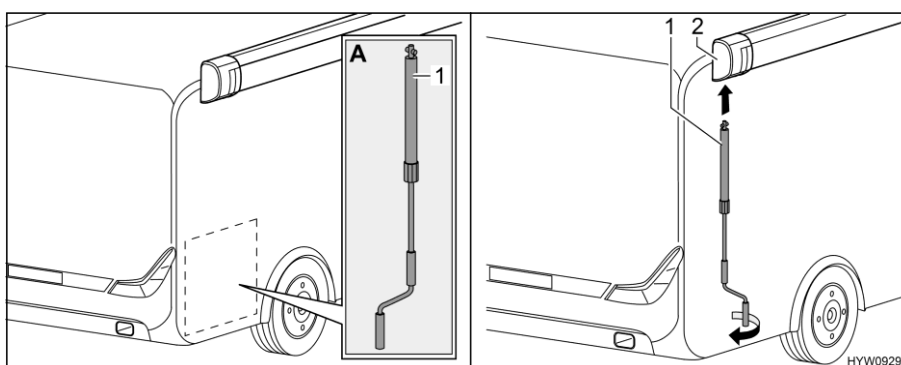

Fig. 46 Applicazione manovella
- Prelevare la manovella (Fig. 46,1) dal garage di coda (Fig. 46,A).
- Inserire la manovella nel supporto a baionetta (Fig. 46,2) della tenda.